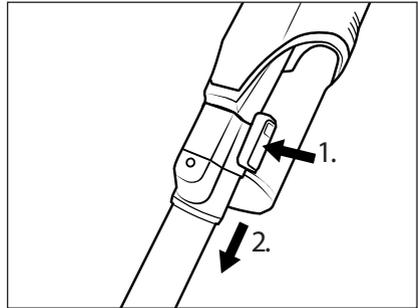

Fig. 11
- ◆ Pour retirer le tube d'aspiration **24** de l'appareil, maintenez la touche de déverrouillage du tube d'aspiration **25** enfoncée et retirez le tube d'aspiration **24** de l'orifice d'aspiration de l'appareil (voir fig. 11).